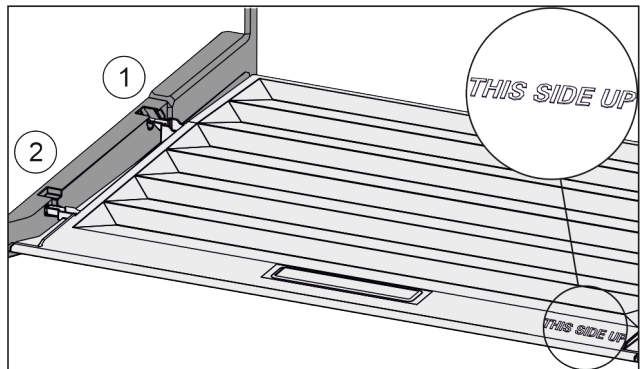

Fig. 45
- Dekselranden via de opening van de achterste houder Fig. 45 (1) aanbrengen en van voren in de houder Fig. 45 (2) klikken.